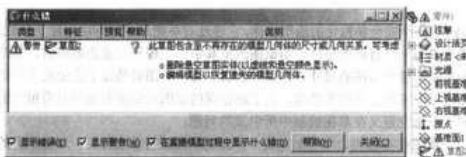

图 2-2 警告框
(5) 单击图形区域右上角的  图标结束草图 2 的绘制。在特征管理器设计树中选取草图 1，按下 <Delete> 键将其删除，此时系统显示警告框，如图 2-2 所示。